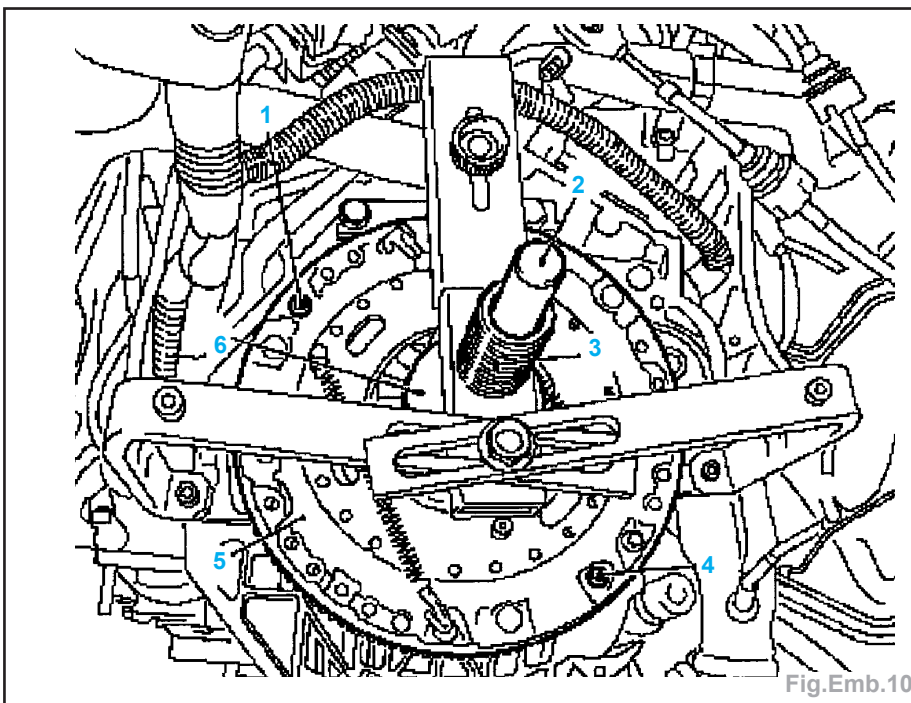

Fig.Emb.10
- Remonter la plaque de pression (Fig.Emb.10) :
- reposer la plaque de pression (5) et le disque d'embrayage sur le volant moteur (l'impression «Getriebeseite» (côté boîte de vitesses) est orientée vers la boîte de vitesses).